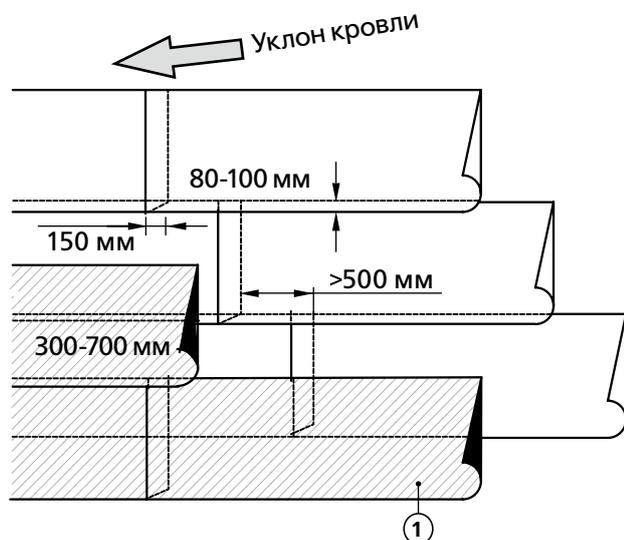

Рис. 4.12. Смещение полотнищ кровельного материала в смежных слоях: 1 – Верхний слой
**4.8.6.** Расстояние между боковыми стыками кровельных полотнищ в смежных слоях должно быть не менее 300 мм. Торцевые нахлесты соседних полотнищ кровельного материала должны быть смещены относительно друг друга на 500 мм (см. рис. 4.12).